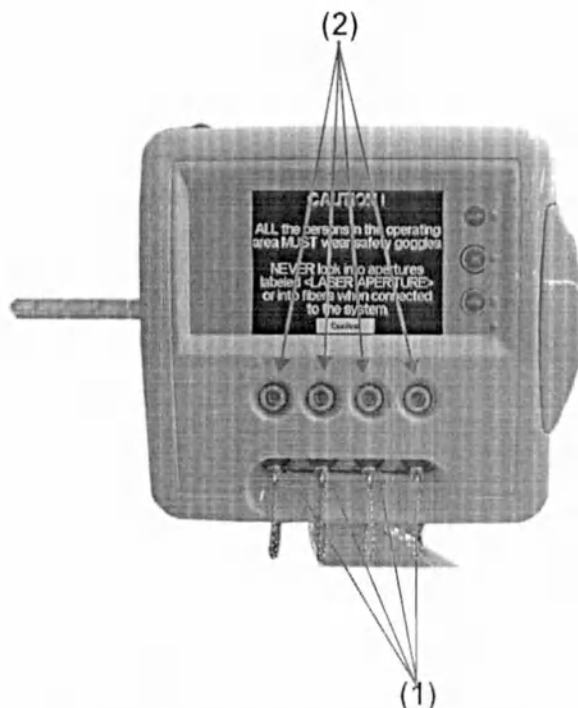

Рис. 7 – Подключения световодов
5. Установите все световоды следующим образом – см. Рис. 7:
- ✓ вставьте переходник SMA световода в один из разъемов на передней панели аппарата – (1) на Рис. 7 – маркированный как «LASER APERTURE» и зажмите гайку переходника, не пережимая ее; встроенная цепь позволяет определять наличие световода и правильность его установки;
- ✓ вставьте переходник для идентификации световода в выходной разъем аппарата - (2) на Рис. 7. – Эти переходники позволяют системе аппарата автоматически распознавать световоды; аппарат не работает при неправильном подключении световодов;